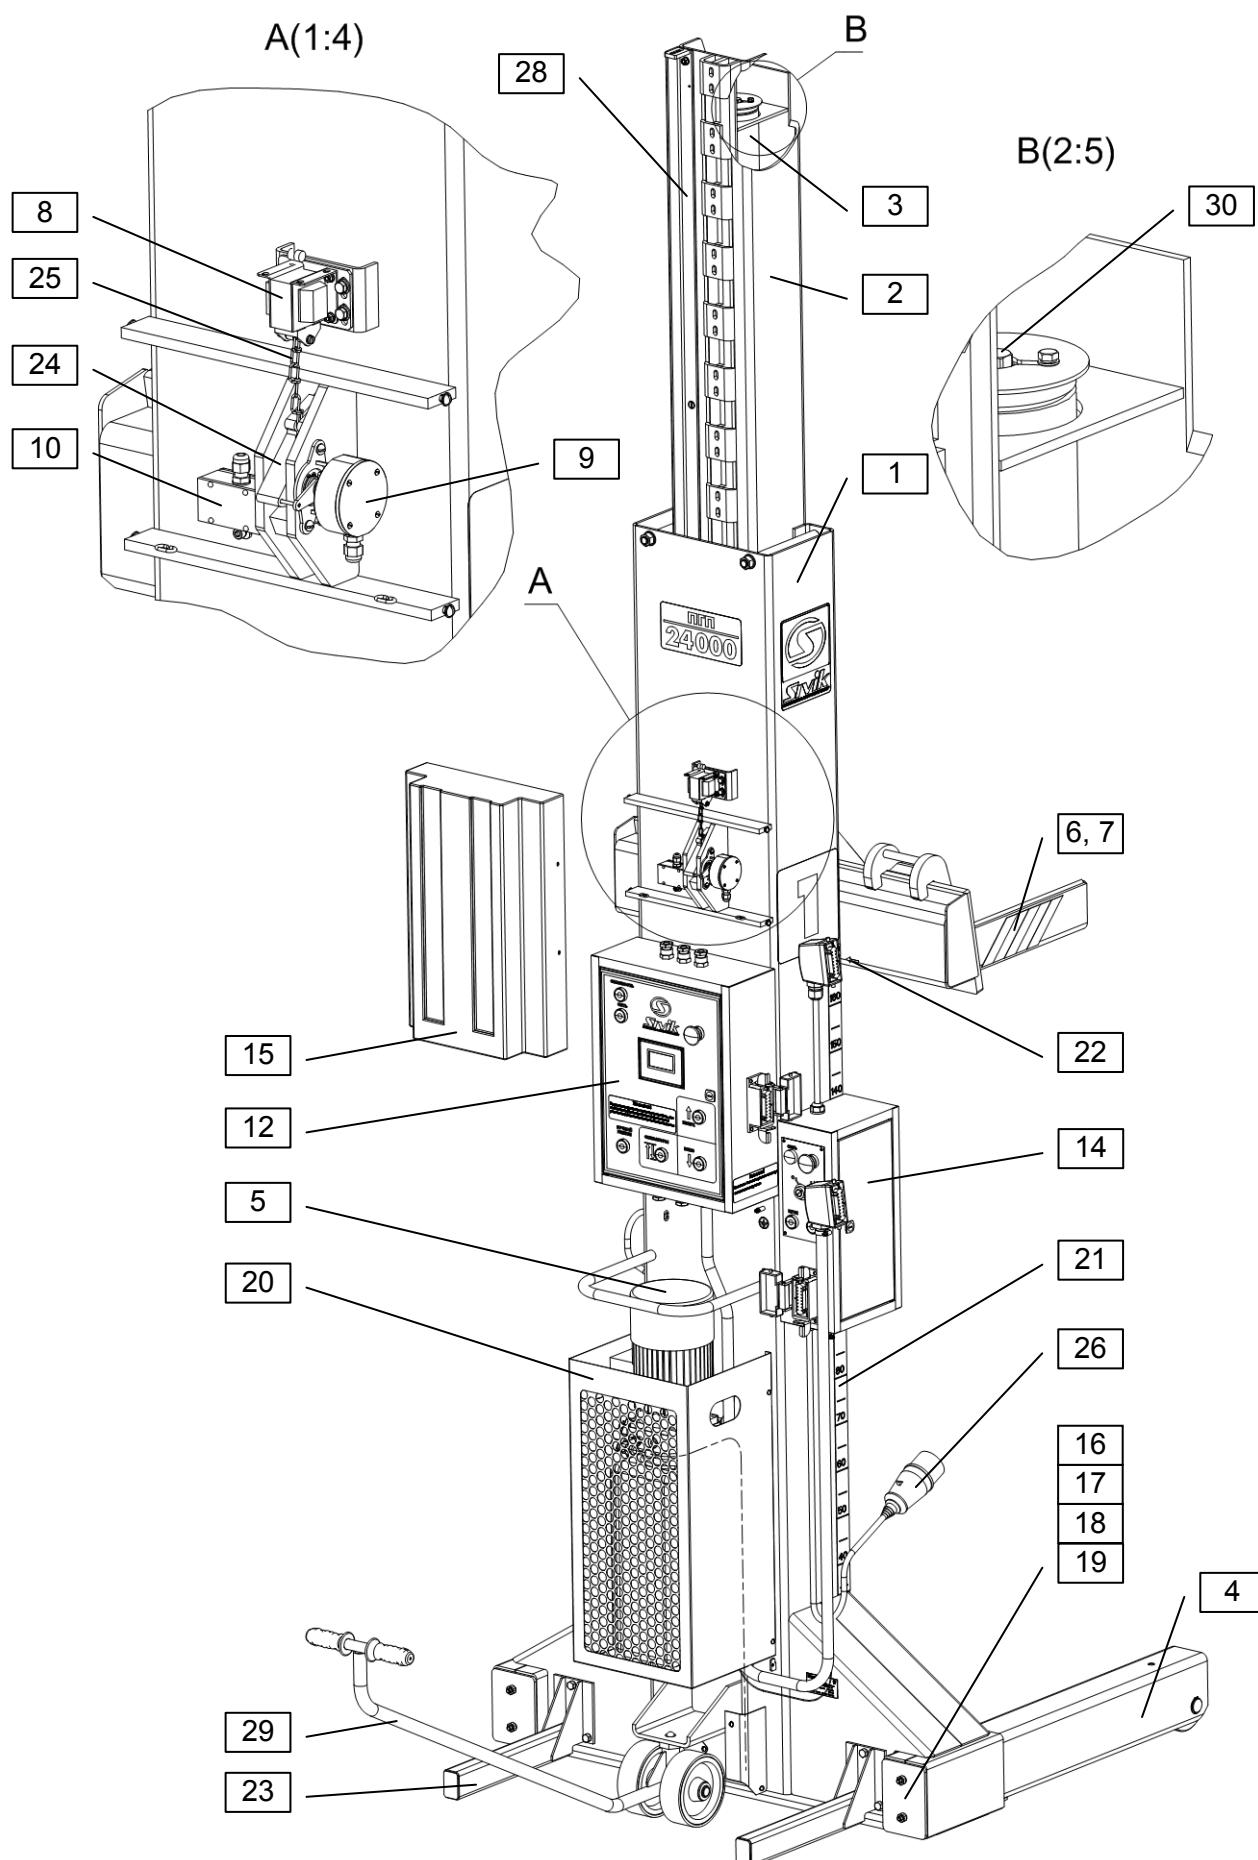
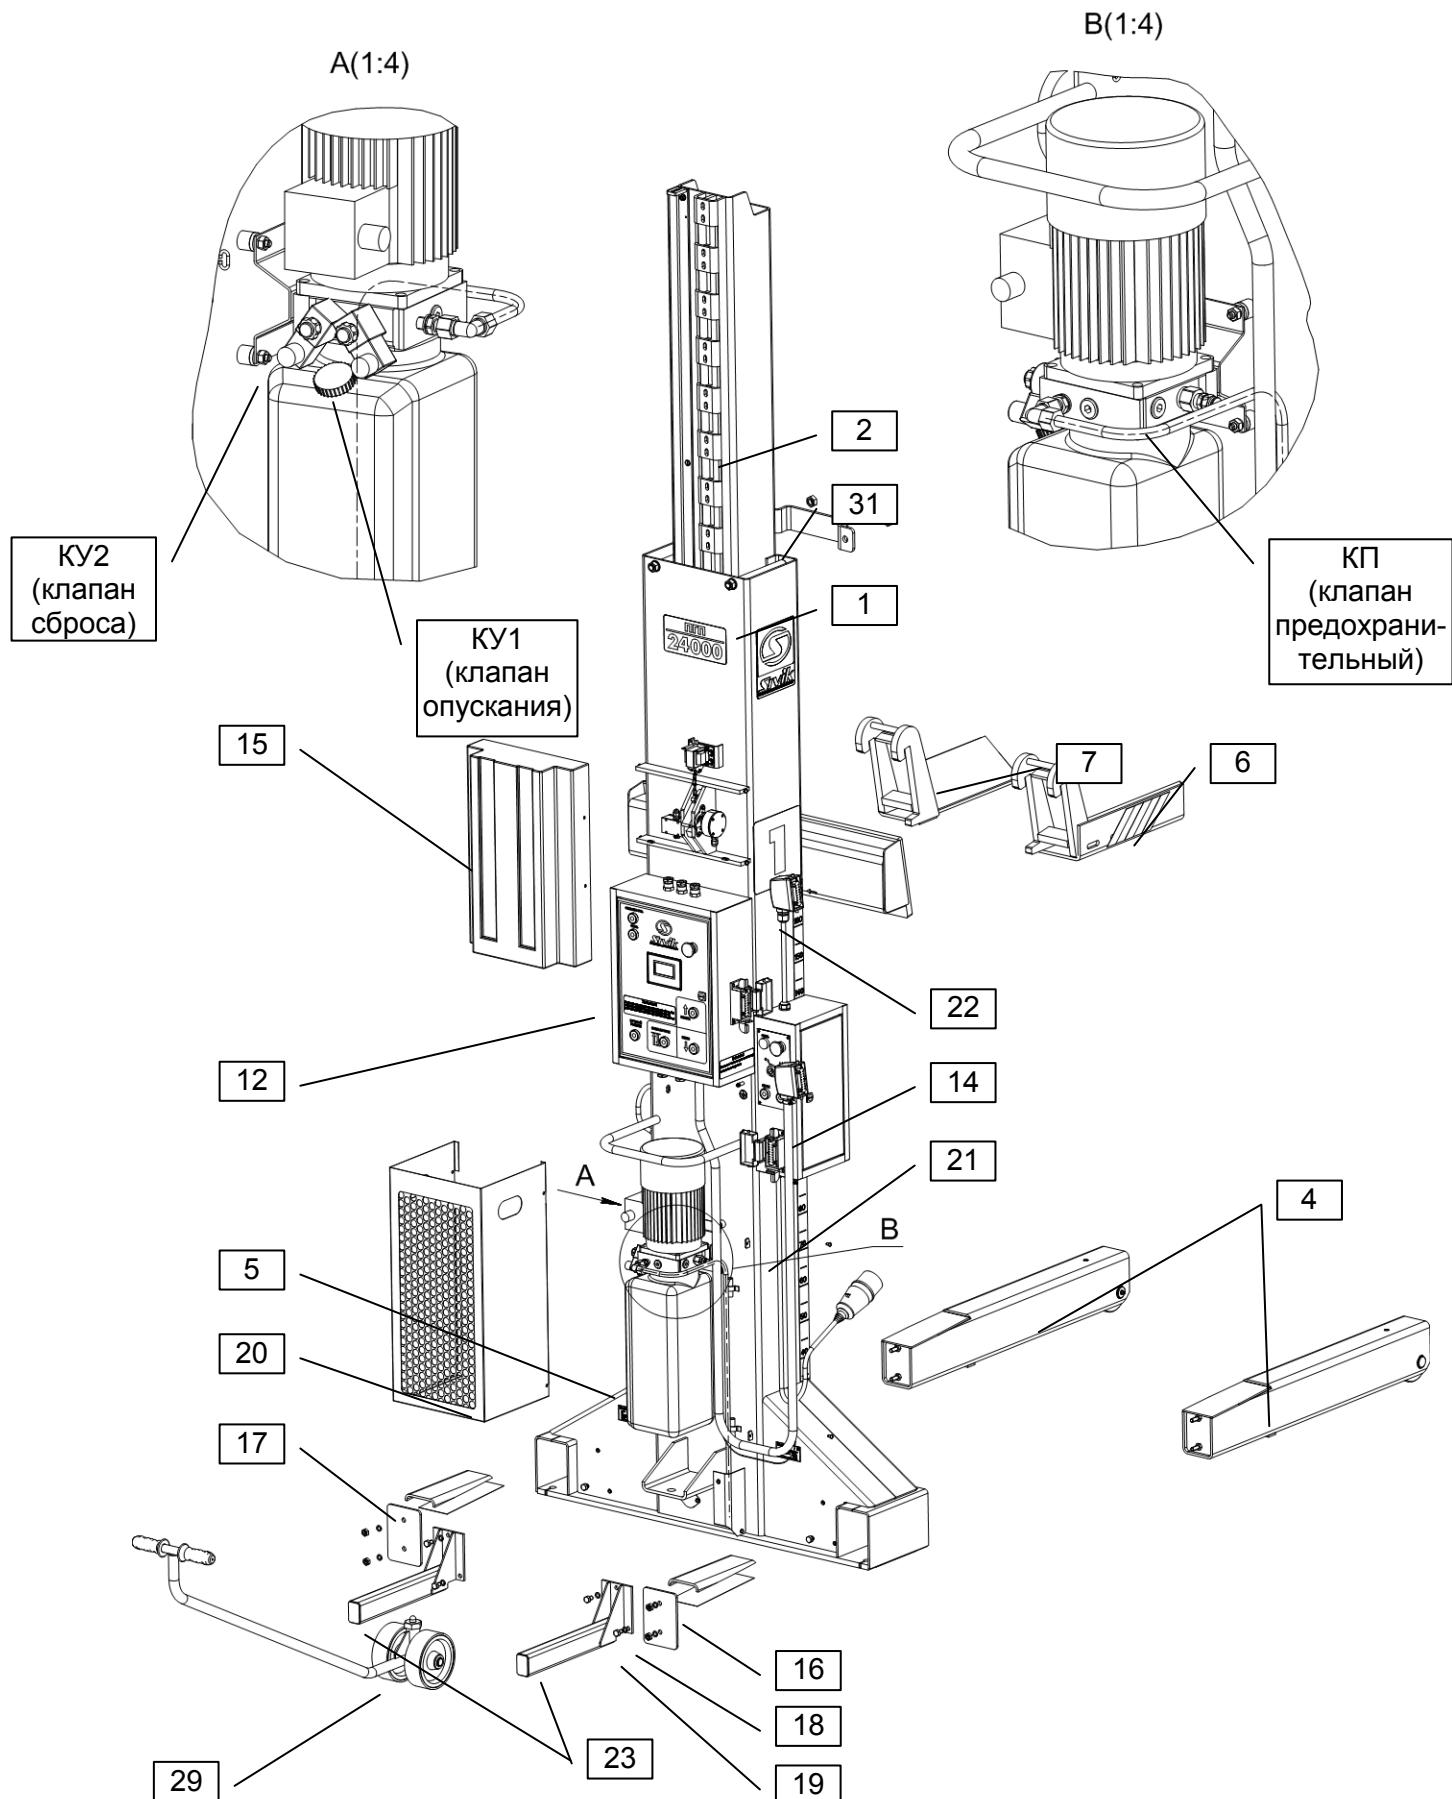
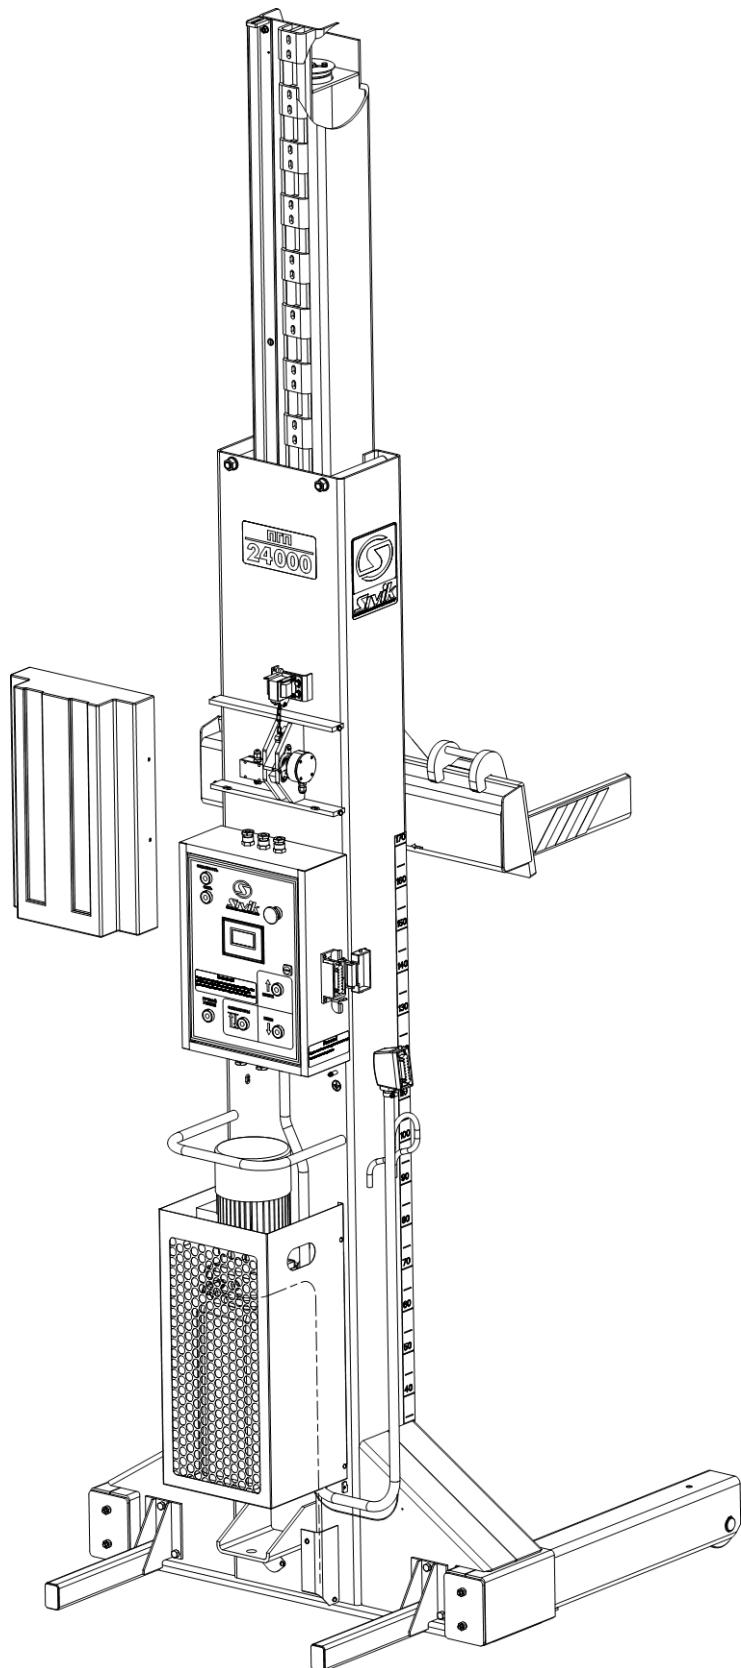
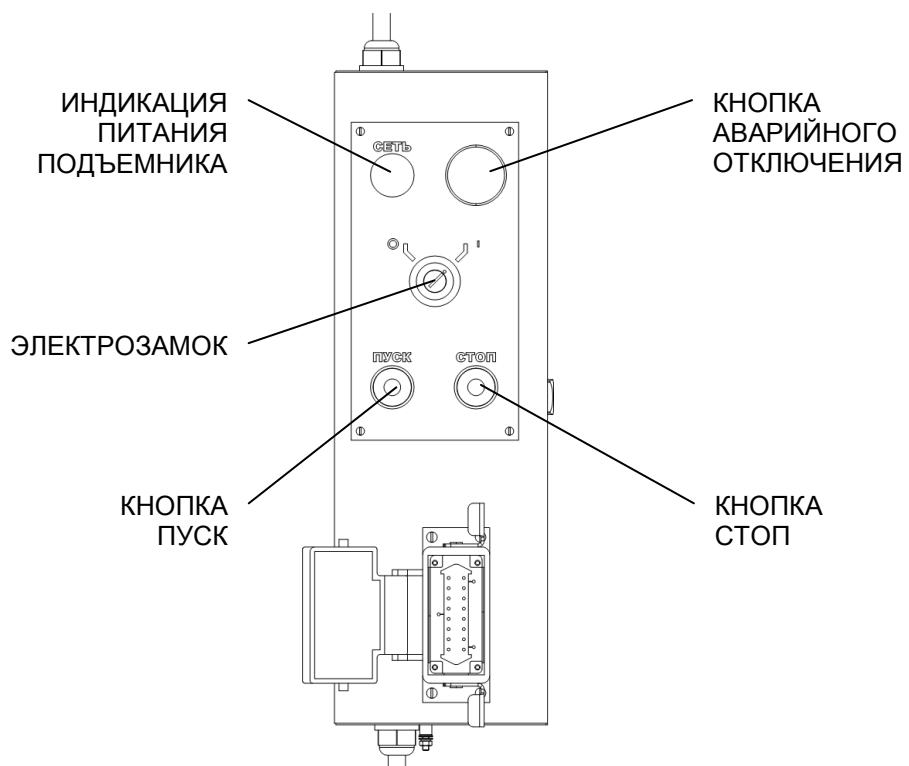

Рисунок 4.5 - Общий вид стойки главной №1 в сборе
Рисунок 4.6 - Общий вид стойки главной №1 – взрыв-схема.
Рисунок 4.7 - Общий вид стоек №№2, 3, 4, 5, 6
Рисунок 4.9 - Лицевая панель пульта распределения питания
4.2 Все стойки снабжены однотипными пультами управления 12, в каждом имеется контроллер синхронизации подъема/опускания и графический дисплей. На стойке главной №1 дополнительно установлен пульт распределения питания 14 с УЗО и электрозамком (Рисунок 4.9). Конструкция каждой стойки включает следующие основные узлы и детали (Рисунок 4.5, Рисунок 4.6, Рисунок 4.7):
Стойки перемещаются по полу с помощью тележки 29. Подхваты 6 и 7 легко регулируются на балке каретки в зависимости от диаметра колеса автомобиля. Гидроразводка стоек выполнена металлическими трубами согласно схемы гидравлической принципиальной (Приложение А). Клапаны предохранительные гидростанций настроены на заданное давление и опломбированы (рисунок 4.6Рисунок ). Силовой и управляющий кабели защищены от случайного повреждения армированным рукавом. Лицевая панель пультов управления показана на рисунке 4.8.